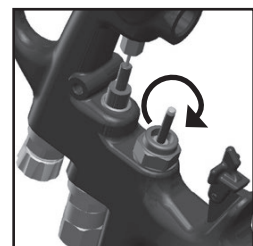

Fig. 36
10. Insérer l'ensemble soupape d'air dans le pistolet en le faisant passer soigneusement par-dessus le ressort et dans le joint arrière. (Voir fig. 36)
11. Serrer la soupape d'air manuellement en premier, puis terminer avec une clé de 14 mm. Serrer entre 18 et 22 pi-lb. (Voir fig. 36)